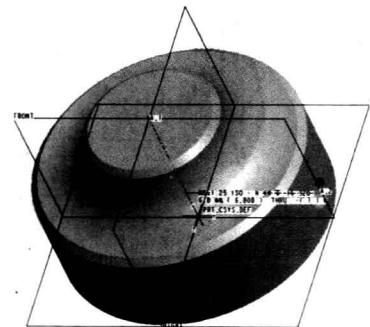

图 1.19 “斜轴测”示意
- ② 斜轴测：即以斜轴测图作为默认的视图方向，如图1.19所示。